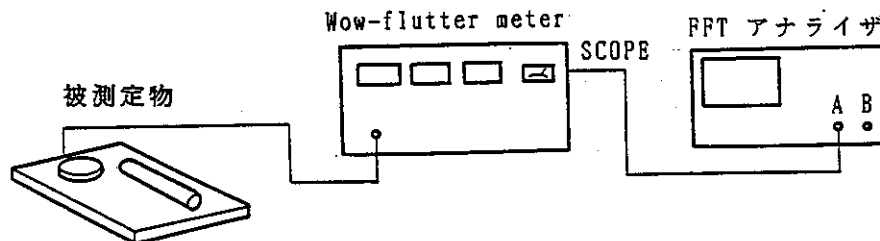

図 5 - 19 回転ムラ測定 of 機器の接続
- ① [図 5 - 19] のようにワウ・フラッタ・メータの背面パネルのSCOPE端子とTR9402のINPUT A 端子とを接続します。